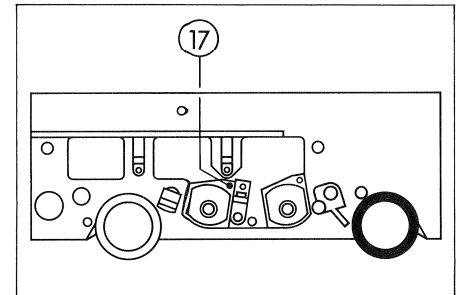

Fig. 5.16
5. Die beiden Ausgangspegel des Gerätes auf identische Amplitude vorabgleichen (Regler TREBEL/FAST (9) / (29) an den Einschüben RECORD AMP) $\leq 0,5$ dB.
6. Aufnahmekopf mit Spaltjustierschraube (17) Fig. 5.16 auf Pegelmaximum am Ausgang einstellen.